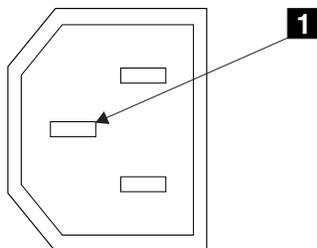

図4. 接地ピン
6. SAN ボリューム・コントローラー 2145-8F2 のフレームと各電源コネクタのアース・ピンの導通を検査する。アース・ピンは、図4 では **1** と示されています。